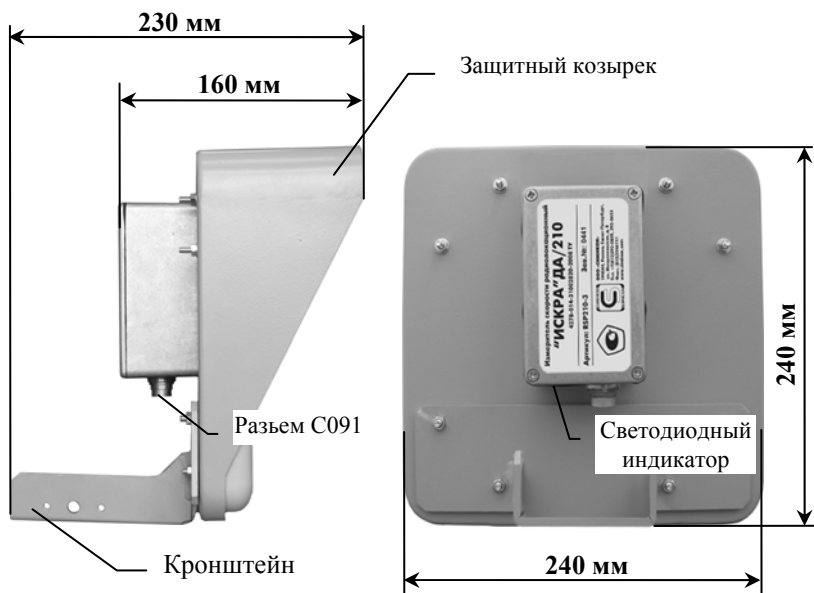

Рис. 1. Измеритель скорости «ИСКРА»ДА/210
Измеритель скорости «ИСКРА»ДА/210 – радиолокационный измеритель скорости, имеющий плоскую направленную антенну (см. Рис. 1).
- Для дополнительного удобства крепления и монтажа измерителя может использоваться специализированный кронштейн, поставляемый по дополнительному заказу (Рис. 1).